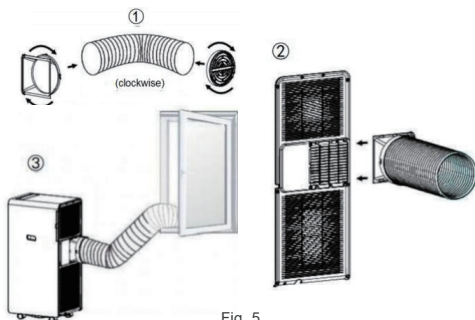

Fig. 5
- Umieść drugi koniec węża wylotowego na pobliskim parapecie (patrz rys. 5).
- Placer den andre enden av avløpsslangen på den nærmeste vinduskarmen (se Fig. 5).
- Placera den andra änden av avløpsslangen på det närmaste fönsterbrådet (se Fig. 5).
4. Umieść drugi koniec węża wylotowego na pobliskim parapecie (patrz rys. 5).
4. Plasser den andre enden av avløpsslangen på den nærmeste vinduskarmen (se Fig. 5).
4. Placera den andra änden av avloppsslangen på det närmaste fönsterbrädet (se Fig. 5).